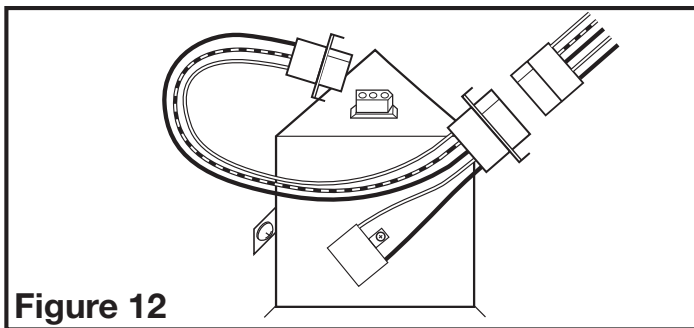

Figure 12
- 3b. **MODÈLES AKLS6 :** Branchez le cordon du moteur du ventilateur à 2 broches de connexion rapide du moteur dans le câblage inclus. Branchez le cordon à 3 broches de connexion rapide dans le réceptacle situé sur le dessus du compartiment de fil. Ces fils ne peuvent être insérés que dans un seul sens dans les prises (Figure 12).